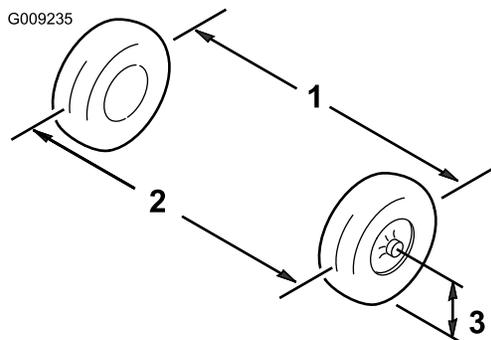

Figura 62
6. Meça a distância entre os pneus dianteiros à altura do eixo na zona dianteira e traseira dos pneus dianteiros (Figura 62).